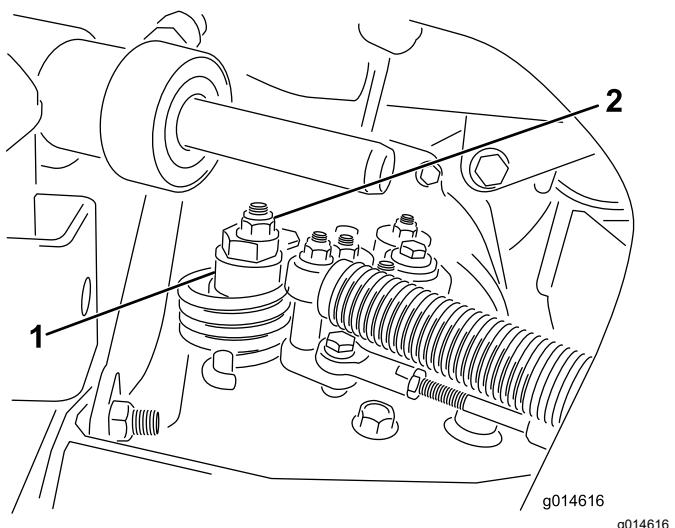

Рисунок 42
- A. Ослабьте контргайку крепления эксцентрика к верхней части гидростата (Рисунок 42).
C. Поворачивайте эксцентрик до тех пор, пока не прекратится медленное вращение колеса в любом направлении. Когда колесо перестанет вращаться, затяните гайку, которая фиксирует эксцентрик и регулировку (Рисунок 42). Проверьте регулировку при положениях дроссельной заслонки Медленно и БЫСТРО.